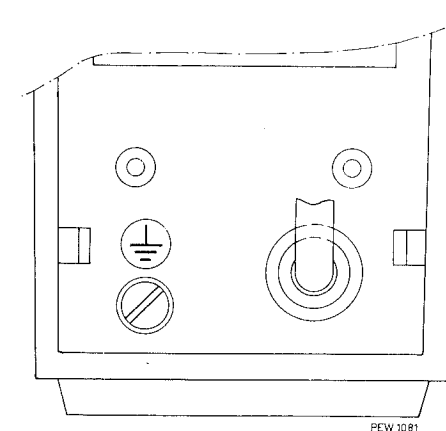

Fig. 2
- de aardschroef, gemerkt "⊕", aan de achterzijde van het apparaat (fig. 2).
- la vis de masse marquée "⊕" sur la face arrière de l'appareil (fig. 2).